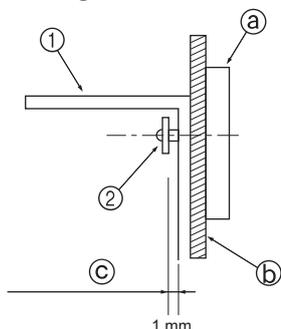

Fig. 3-4
- Πρώτα τοποθετήστε το λαμάκι στον τοίχο και στη συνέχεια σφίξτε τη βίδα έτσι ώστε το λαμάκι να μπορεί να μετακινηθεί επάνω και κάτω. (Fig. 3-4)
- ① Γωνιακό λαμάκι στήριξης
- ② Λαμαρινόβιδα